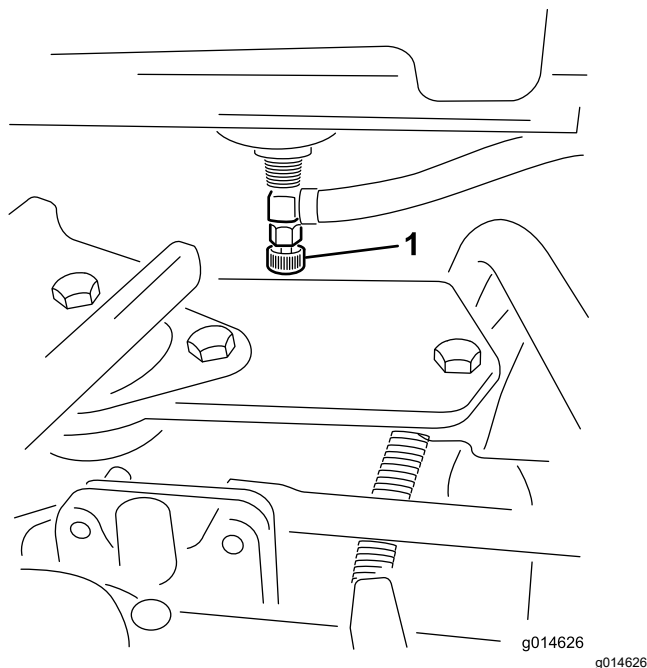

Figura 34
1. Cierre la válvula de cierre del combustible (**Figura 34**), situada debajo del depósito de combustible.